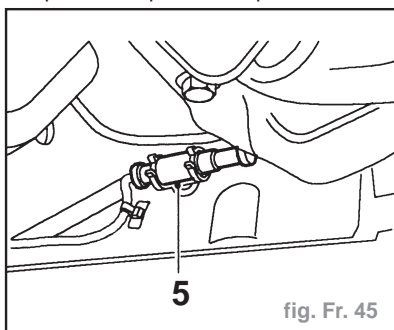

fig. Fr. 45
- Dégager la fiche multibroches (5) de capteur de l'attache de fixation (fig. Fr. 45).